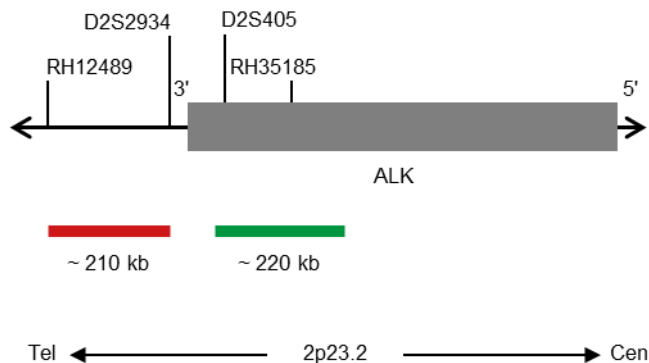

Fig. 1 : Carte de la sonde SPEC ALK (pas à l'échelle)
- Polynucléotides marqués à la digoxigénine (~0,50 ng/μl), qui ciblent des séquences cartographiées en 2p23.2* (chr2:29,460,144-29,681,581) proximales de la région du point de cassure ALK (voir Fig. 1).
- Polynucléotides marqués au dinitrophényle (~0,75 ng/μl), qui ciblent des séquences cartographiées en 2p23.2* (chr2:29,174,204-29,383,335) distales de la région du point de rupture ALK (voir Fig. 1).